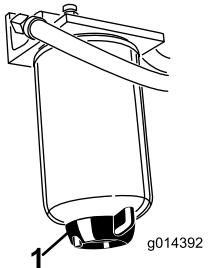

Figura 35
Drene el agua y otros contaminantes del separador de agua (Figura 35) a diario.
- Afloje el tapón de vaciado en la parte inferior del cartucho del filtro (Figura 35).